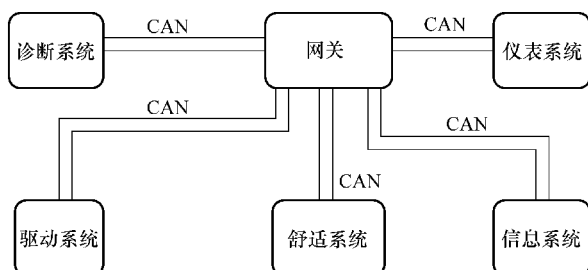

图 11-54 途安 CAN 总线系统
(3) 根据不同性能要求分类 CAN 总线系统可以分为 5 个不同的区域, 它们分别为驱动系统、舒适系统、信息系统、多功能仪表、诊断总线 5 个局域网, 然后通过网关连接, 如图 11-54 所示。